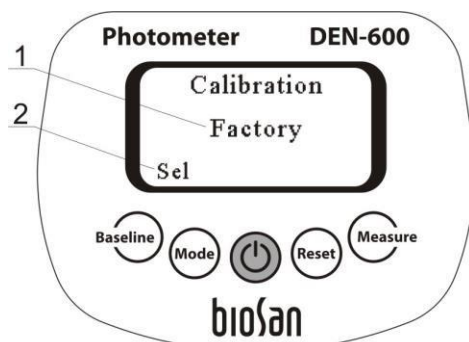

Figura 5. Seleção de calibração do usuário e da fábrica
5.7.1 **Restaurando as configurações de calibração de fábrica do MCF (Figura 5).** Entre no regime de calibração do usuário pressionando a tecla **Baseline** 5 vezes no modo de medição **MCF**, pressione a tecla **Mode** 2 vezes e selecione entre as configurações de calibração do usuário e da fábrica pressionando Sel (tecla **Baseline**, fig. 5/2), para sair do menu, pressione a tecla **Reset**.